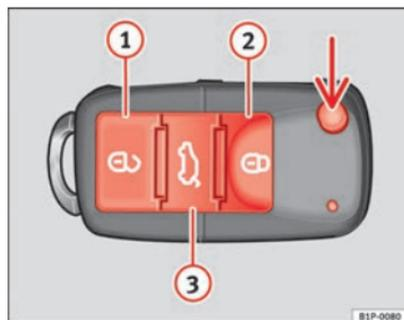

Fig. 64 Tasti della chiave con telecomando
Con il tasto  $\Rightarrow$  fig. 64 (freccia) del telecomando, si sblocca lo scatto della chiave.
Sblocco del veicolo  $\Rightarrow$  fig. 64 ①.
Tasto di chiusura  $\Rightarrow$  fig. 64 ②.
Sblocco del portellone posteriore. Tenere premuto il tasto  $\Rightarrow$  fig. 64 ③ fino a quando lampeggiano brevemente tutti gli indicatori di direzione. Dopo aver premuto il tasto di sblocco  $\Rightarrow$  fig. 64 ③, si hanno 2 minuti per aprire il portellone. Una volta trascorso questo periodo si blocca di nuovo.
Inoltre, la spia della pila della chiave  $\Rightarrow$  fig. 64, lampeggia.
Premere una sola volta il tasto  $\Rightarrow$  fig. 64 ①, per aprire la porta del conducente, le altre porte rimarranno chiuse. ▶
Per aprire le serrature di tutte le porte si deve premere due volte il tasto  ⇒ fig. 64 .
- Premere il tasto  ⇒ fig. 64 del telecomando.